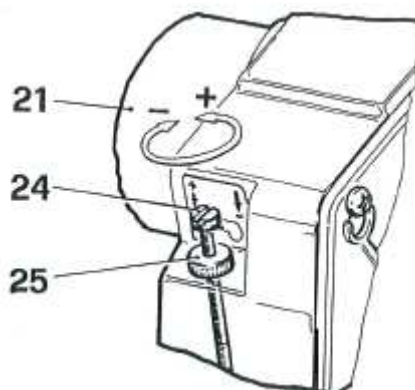

Рис. 9
- Нажмите кнопку сброса блокировки (17).
- После включения горелки отрегулируйте расход газа регулятором (см Рис. 13) и количество поступающего воздуха поворотом винта (24) (Рис. 9).